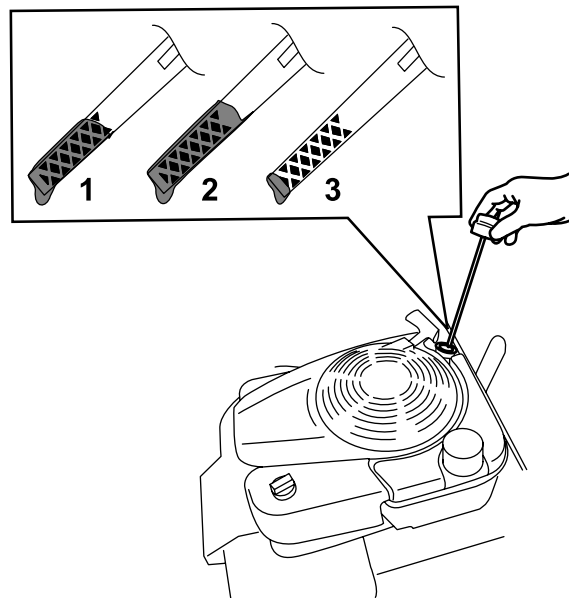

Рисунок 13
2. Извлеките масломерный щуп, повернув крышку против часовой стрелки и вытянув его (Рисунок 13).
5. Определите уровень масла по отметкам на щупе (Рисунок 13).
- Если уровень масла по щупу слишком низкий (Рисунок 13), осторожно залейте небольшое количество масла SAE 30 или SAE 10W-30 с моющими присадками в маслозаливную горловину, подождите 3 минуты и повторите действия, указанные в пунктах 3 – 5, чтобы масло достигло требуемого уровня на щупе. Информацию о типе масла см. в разделе Замена масла в двигателе (страница 23).
- Если уровень масла по щупу слишком высокий (Рисунок 13), слейте излишек масла, пока не будет достигнут правильный уровень по щупу; см. раздел Замена масла в двигателе (страница 23).